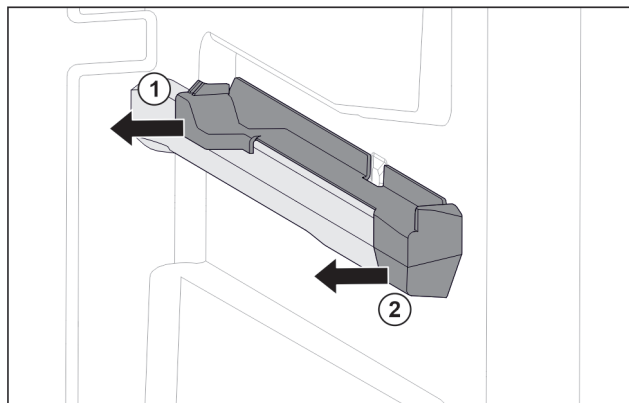

Fig. 102 Element nasadzany na prawym żebrze pojemnika
- ▶ Odciągnąć element nasadzany z tyłu w bok. Fig. 102 (1)
- ▶ Odciągnąć element nasadzany z przodu w bok. Fig. 102 (2)